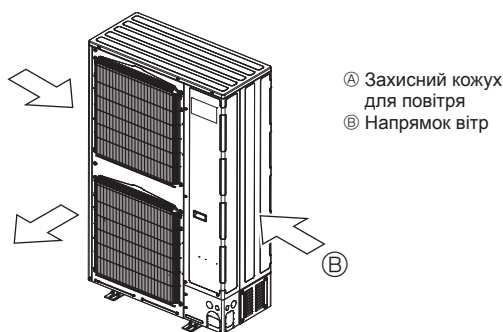

Fig. 2-18
- ③ Розмістіть блок так, щоб повітря виходило по можливості перпендикулярно до сезонного напрямку вітру. (Fig. 2-18)